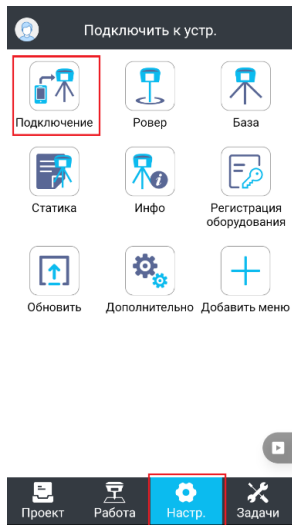

Рисунок 5.1.6
1. Для сопряжения с устройством в меню **Настройки** выберите пункт **Подключение** (Рисунок 5.1.6).